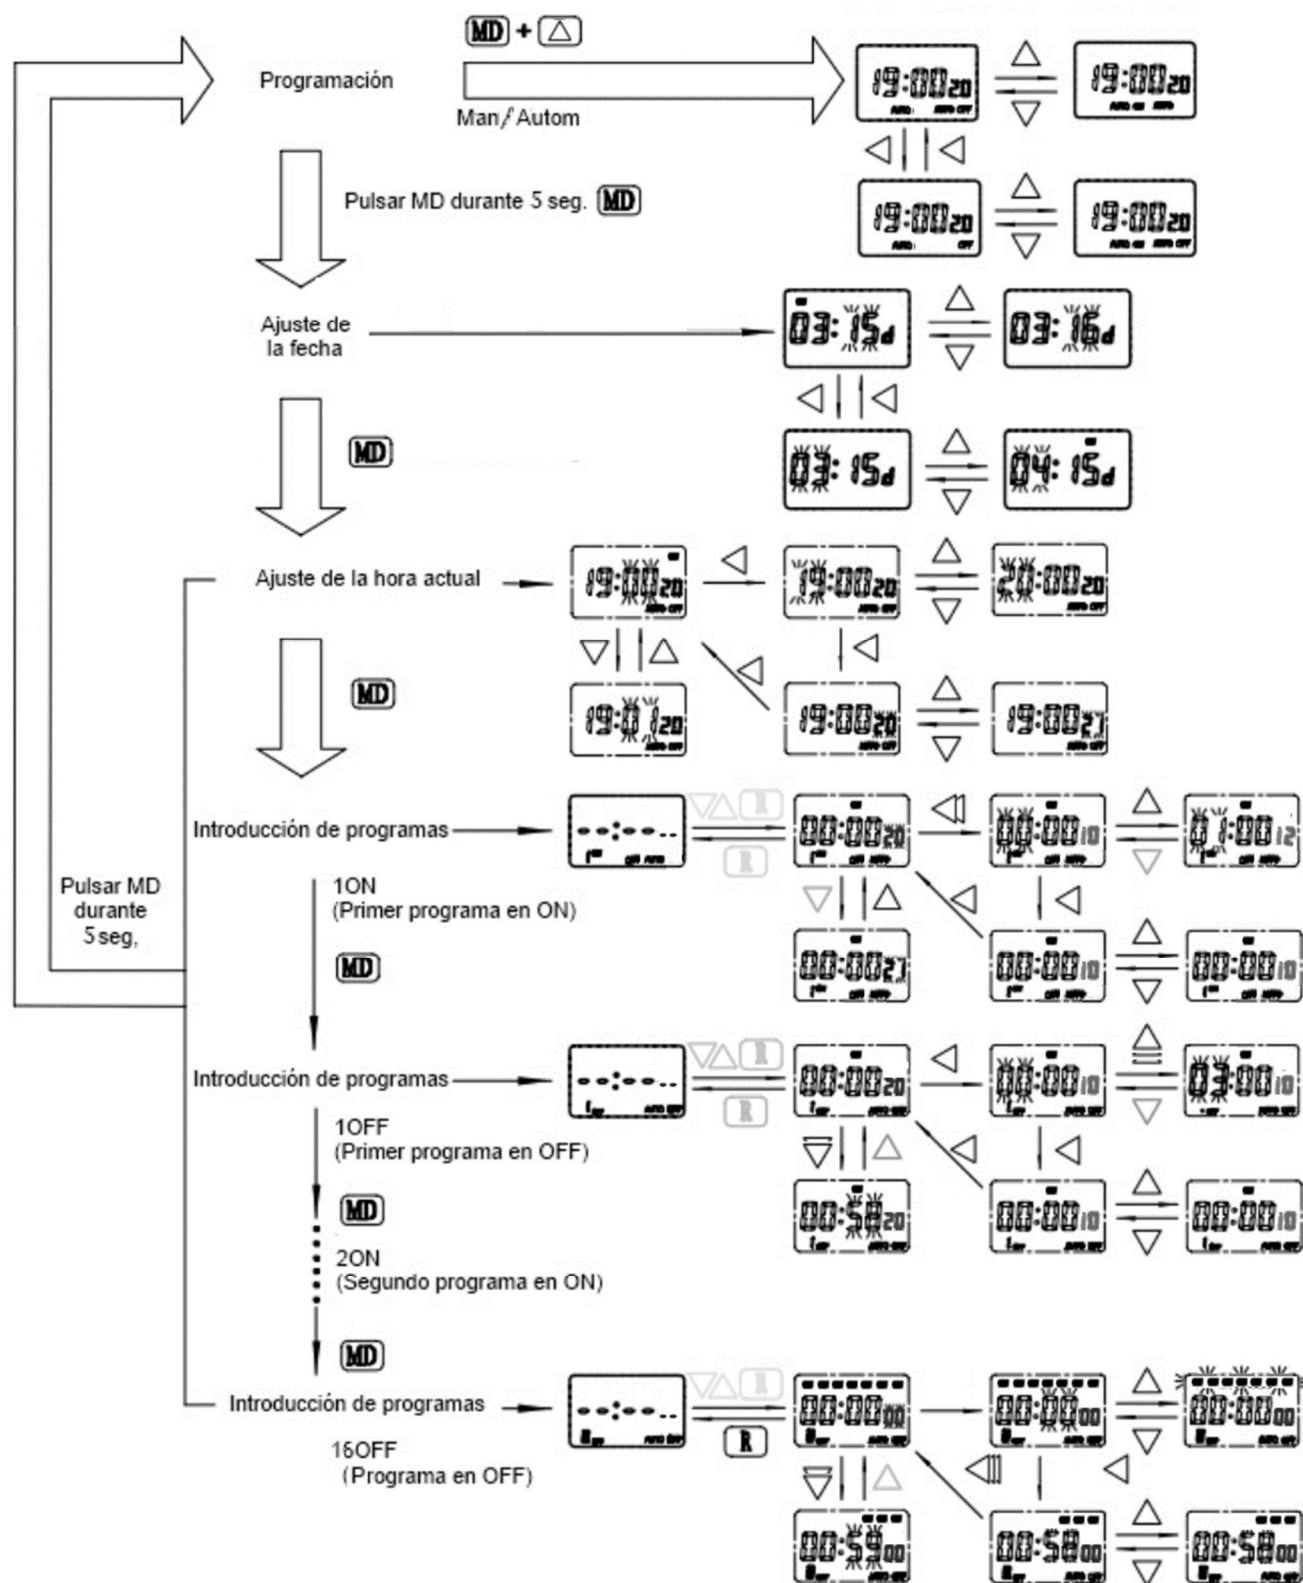

Fig.6 - Proceso de programación del reloj temporizador
6.1 Ajuste de los parámetros del reloj-temporizador (ver Fig.6 - Pag.7)